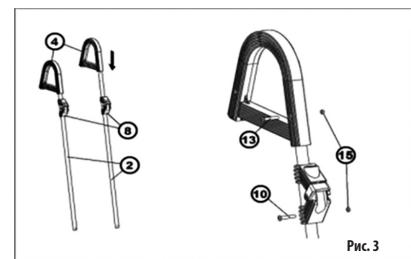

Рис. 3
На верхние концы собранных опорных ножек (2) надвиньте пластиковые предохранительные держатели (8), а потом установите пластиковые дуги (4). Компоненты закрепите соответствующими болтами и гайками (10, 13, 15). (Рис. 3)